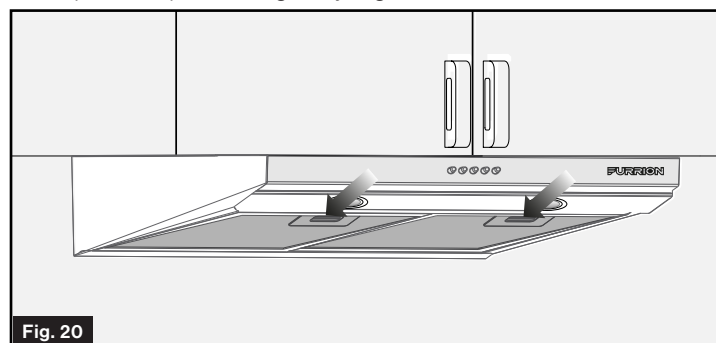
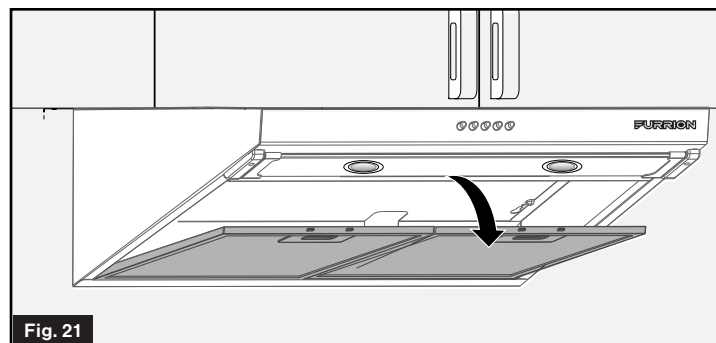

Fig. 20
Fig. 21
1. Presione las dos lengüetas de los filtros de grasa y levante el filtro hacia afuera para quitarlo. Colóquelo sobre una superficie plana. (Fig. 20 y Fig. 21)